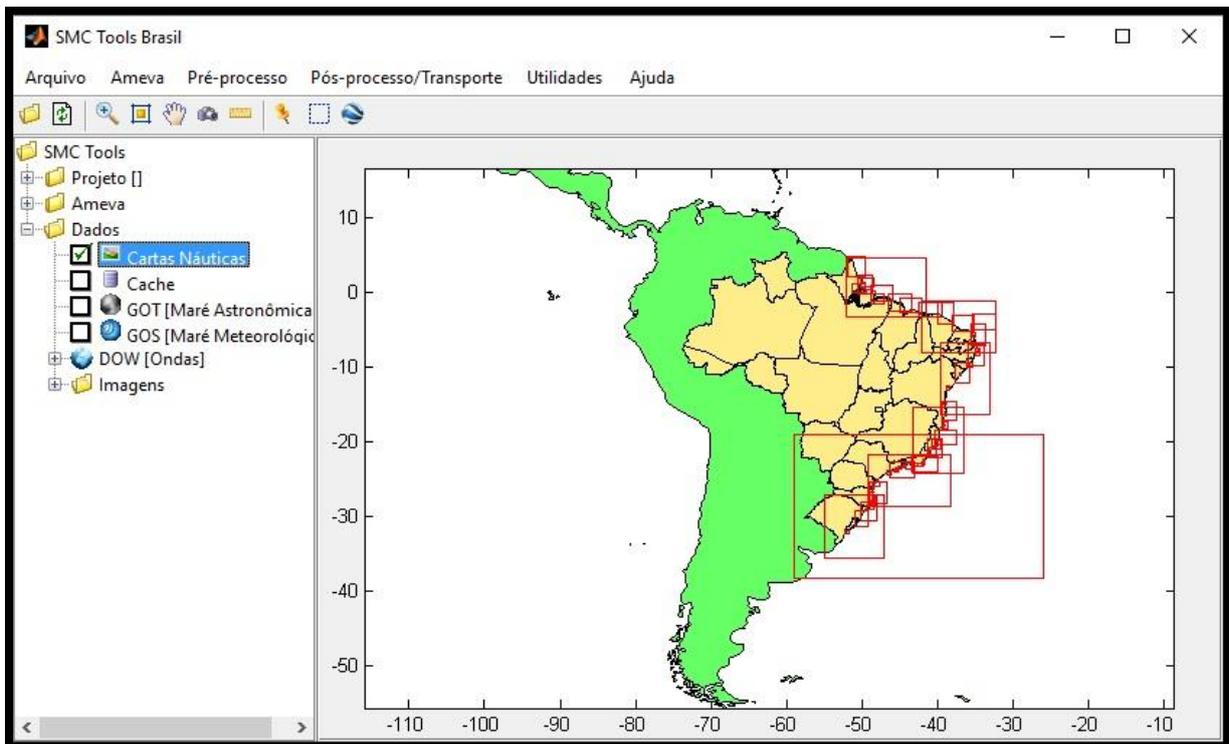

Figura 10 – Ativar a visualização das cartas náuticas.
- 4) Em seguida, ainda no explorador de diretórios à esquerda, ativar a visualização das cartas náuticas disponíveis da área. Para isso, abrir a pasta de "Dados" e selecionar o item "Cartas Náuticas". Assim, aparecerão retângulos de cor vermelha, que correspondem às cartas náuticas (Figura 10);